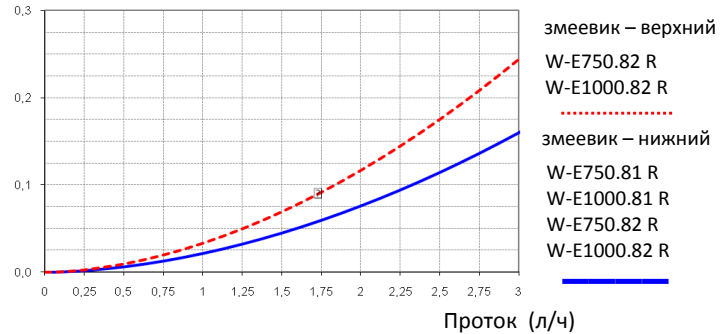

Рис. 6 Схема установки W-E 750/1000.81 R
Подключение системы отопления и водоснабжения следует выполнять в соответствии с монтажной схемой (смотри Рис. 6 и Рис. 7).
С целью сведения к минимуму утечки воды из предохранительного клапана, связанной с тепловым расширением жидкости, рекомендуется установка мембранного расширительного бака при подводе холодной воды (Рис. 6 и 7 поз. 9).
3. Перекрыть подачу хозяйственной воды и выпустить часть воды из бака при помощи сливного клапана (Рис. 6 и 7 поз.4).
4. Снять крышку корпуса вместе с теплоизоляцией (1).
5. Открутить заземляющий кабель анода (2).
6. Открутить изношенный магниевый анод (3).